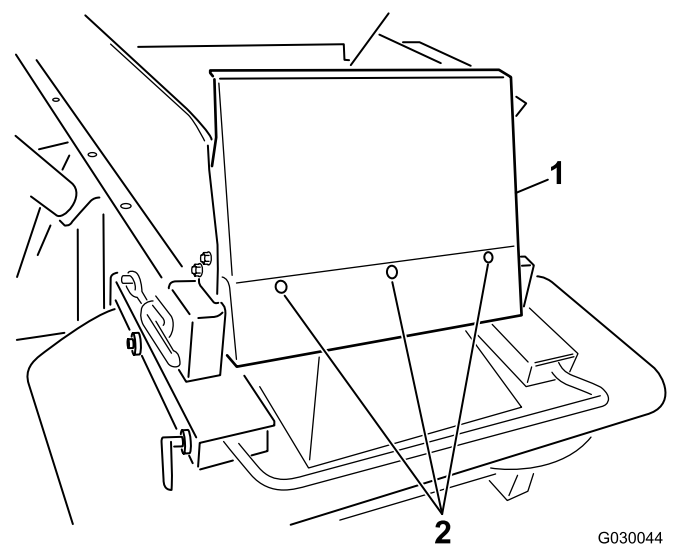

Figura 7
6. Instale el protector de la tolva usando los pernos de cabeza de botón ($\frac{1}{4}$ " x $\frac{5}{8}$ ") y las contratueras de nylon suministrados (Figura 7).